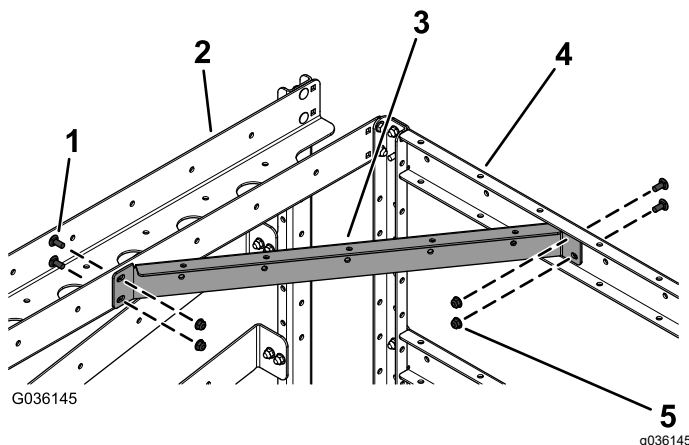

Figura 8
7. Instale o suporte de apoio cruzado no suporte de apoio frontal (com dois furos de cada lado) e o suporte do tubo com quatro parafusos de carroçaria (5/16 x 3/4 pol.) e quatro porcas flangeadas (5/6 pol.) como se mostra na Figura 8.